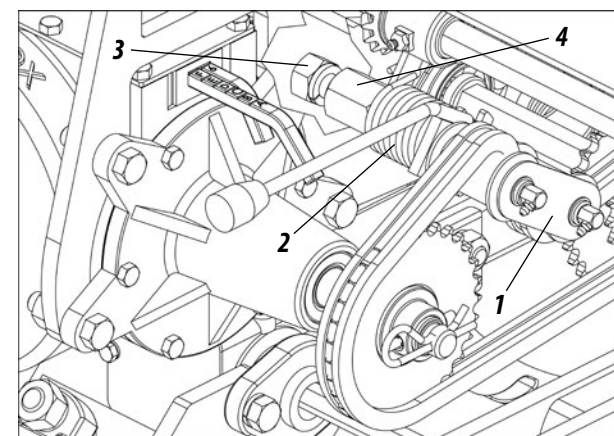

Figura 53
01 - El estirador (1) es dotado de resorte de torsión (2) para mayor flexibilidad del mismo. Si fuera necesario mayor presión en el estirador, suelte la tuerca interna (3) del mismo, gire el eje (4) pasando el enganche del resorte (2) para el otro diente de la roseta del eje y reajuste nuevamente la tuerca interna (3), según muestra la figura 53.